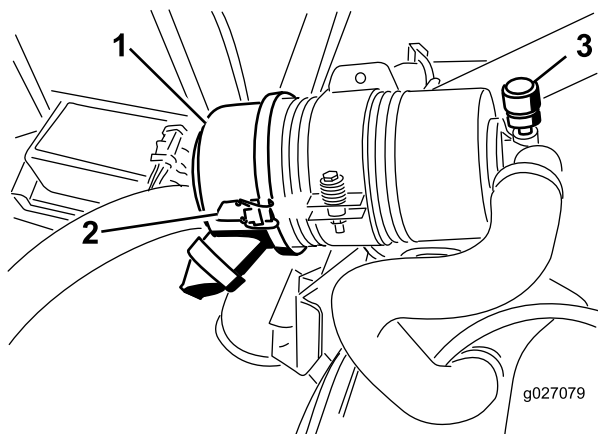

Figure 55
Faites l'entretien du filtre à air uniquement quand l'indicateur de colmatage (Figure 55) indique que cela est nécessaire. Changer le filtre à air prématurément ne fait qu'accroître le risque de contamination du moteur par des impuretés quand le filtre est déposé.
1. Desserrez les attaches qui fixent le couvercle sur le boîtier du filtre à air (Figure 55).